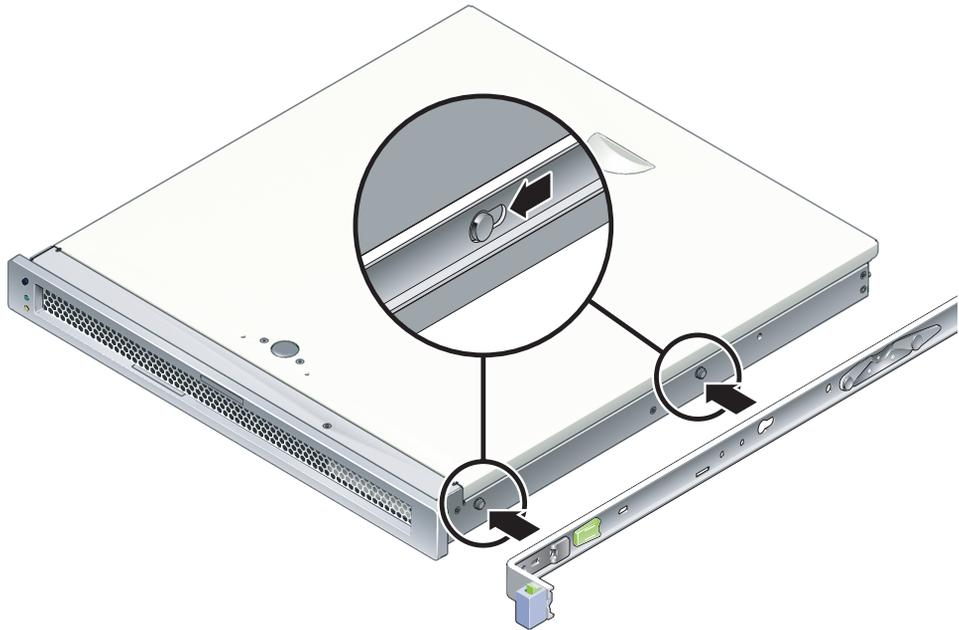

FIGURA 2-3 Instalación del soporte de montaje en la carcasa
- a. Coloque el soporte contra la carcasa (FIGURA 2-3) de forma que el botón de bloqueo de las guías quede en la parte frontal y los dos taladros del soporte queden alineados con las dos clavijas que hay en el lateral de la carcasa.**
- c.** Asegúrese de que las clavijas hayan quedado aprisionadas en los respectivos taladros y que la clavija situada en la parte frontal haya quedado enganchada en el punto de bloqueo del soporte (FIGURA 2-3).